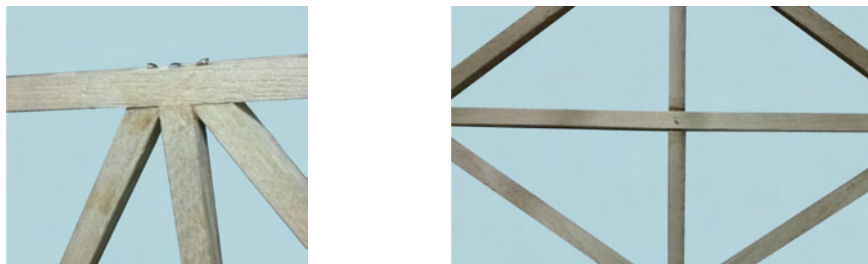

图 1.45 结构单元连接
(3) 结构单元连接、单元组合连接：根据设计方案的结构特点，把桥体分为几个单元，先制作桥体两侧的栏杆，然后是桥面和桥顶，最后进行组合连接。构件连接可以采用先在截面涂白乳胶之后用大头针加固的方法，或直接用速干胶黏接（图 1.45）。